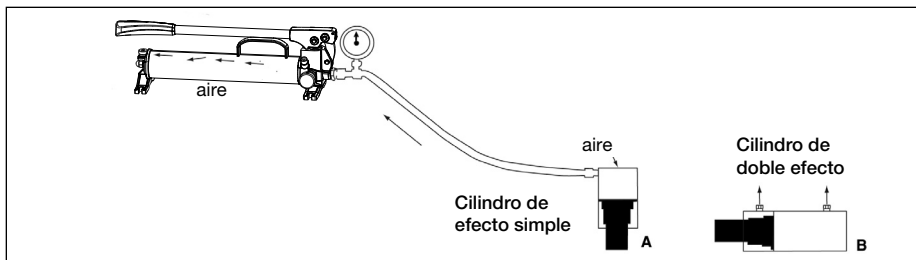

Figura 11, Eliminación de aire
3. Coloque la bomba en posición horizontal a una altura superior a la del cilindro. Véase Figura 11.
2. Coloque la bomba en posición horizontal a una altura superior a la del cilindro. Véase Figura 11.